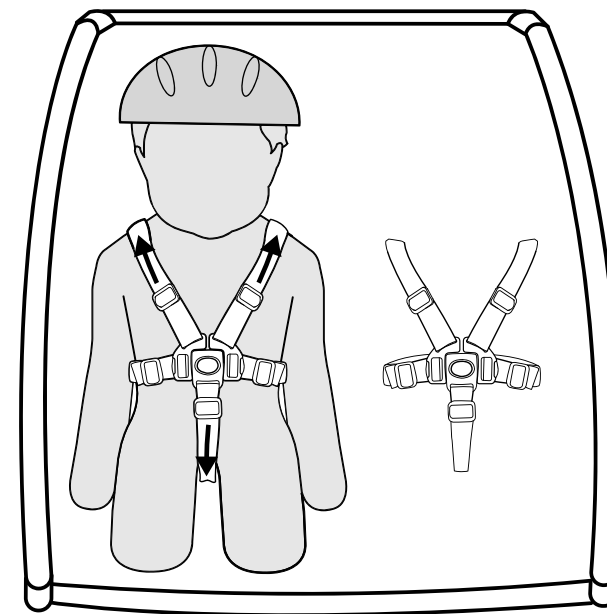

Figure 23
3. Pour le transport d'un seul enfant dans une remorque double, placez ce dernier toujours sur la partie droite (Figure 23).